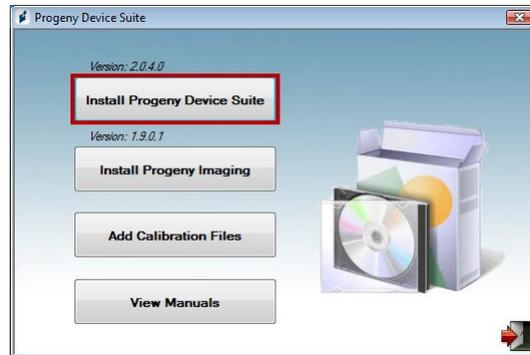

Figura 3: Iniciar la instalación de Progeny Device Suite
- Inicie el proceso de instalación haciendo clic en el botón 'Install Progeny Device Suite' (Instalar Progeny Device Suite) (Figura 3).